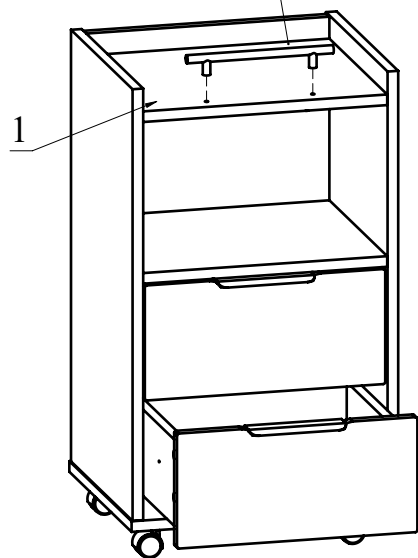

Рис. 11
10. Закрепите на детали 1 ручку (Рис. 11). *Если в установке ручки нет необходимости, заглушите неиспользуемые сквозные отверстия в детали 1 с помощью заглушек-пробок 5мм.
12. Установите ящики в корпус тумбы (Рис. 11).